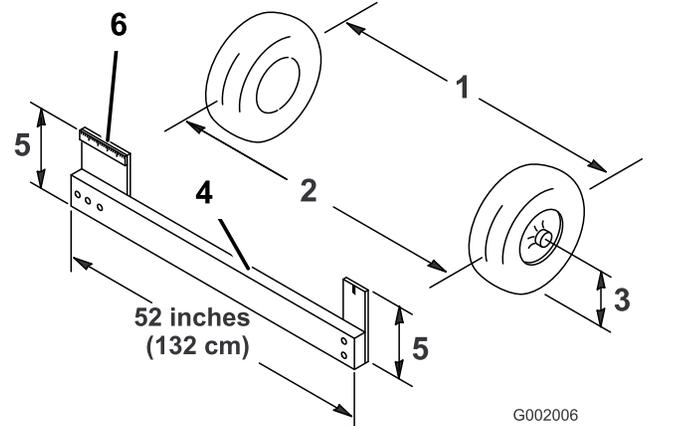

Figura 51
- Mida la distancia entre los neumáticos delanteros a la altura del eje, en la parte delantera y trasera de las ruedas (Figura 51).
calibrador de alineación para medir con precisión la parte delantera de las ruedas delanteras a la altura del eje (Figura 51).